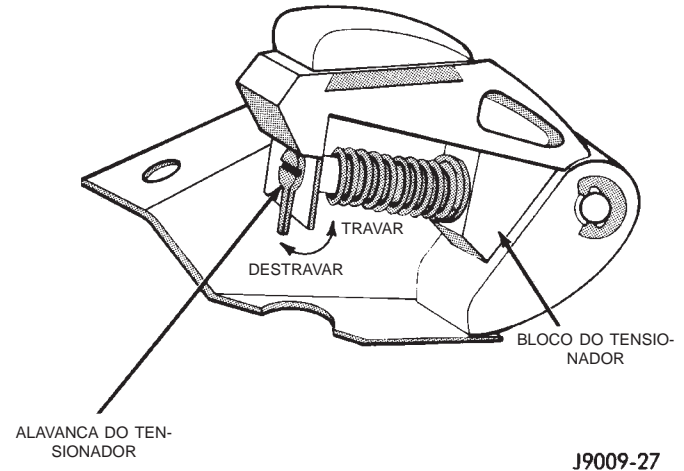

Fig. 46 Carregamento do Tensionador da Corrente de Distribuição
(1) Gire a alavanca do tensionador para a posição destravada (para baixo) (Fig. 46).
(2) Puxe o bloco do tensionador para a direção da alavanca do tensionador para comprimir a mola. Segure o bloco e gire a alavanca do tensionador para a posição travado (Fig. 46).
(6) Gire a alavanca do tensionador da corrente para a posição destravada (para baixo) (Fig. 46).
(7) Instale o impulsor de óleo.
(8) Substitua a vedação de óleo na tampa da caixa de regulagem.
(9) Instale a gaxeta e a tampa da caixa de regulagem.
(10) Com a chaveta inserida no rasgo do eixo de manivelas, instale o abafador de vibração, a arruela e o parafuso. Lubrifique e aperte o parafuso com um torque de 108 N·m (80 pés-lb.).
(11) Instale o ventilador e o defletor de ar.
(12) Conecte o cabo negativo à bateria.